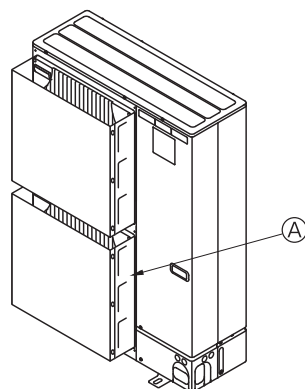

Fig. 3-3
- ② Monter en luftdeplade (ekstraudstyr), hvis enheden installeres på et sted, hvor kraftig blæst fra stormvejr osv. kan komme direkte ind i luftudblæsningen. (Fig. 3-3)